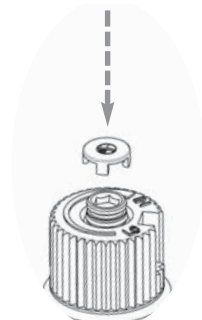

Fig. 6
- 14) Re-assemble the black protection cap (Fig. 6).